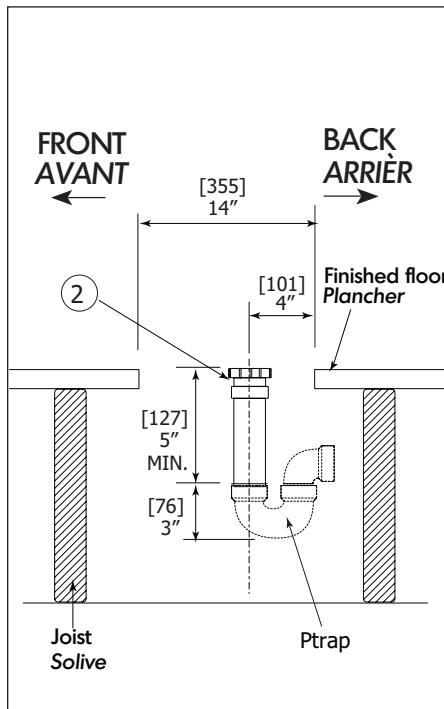

Fig.2
-Place the female part (2) of the expansion joint as shown (fig.2). Make sure it is flush to the finished floor. Use the steel trap to fasten the expansion joint to the joists.
-Placer la partie femelle (2) du joint d'expansion comme illustré (fig.2). Assurez vous d'être au même niveau que le plancher (fini). Utilisez le feuillard troué pour fixer le joint d'expansion aux solives.